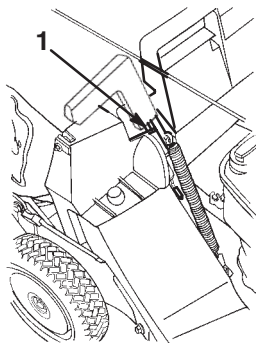

Bild 20
5. Ziehen Sie den Griff an der Auswurfkanal-klappe nach vorne, schieben Sie ihn dann nach hinten, bis der Stift in die Korbaussparung einrastet (Bild 20).